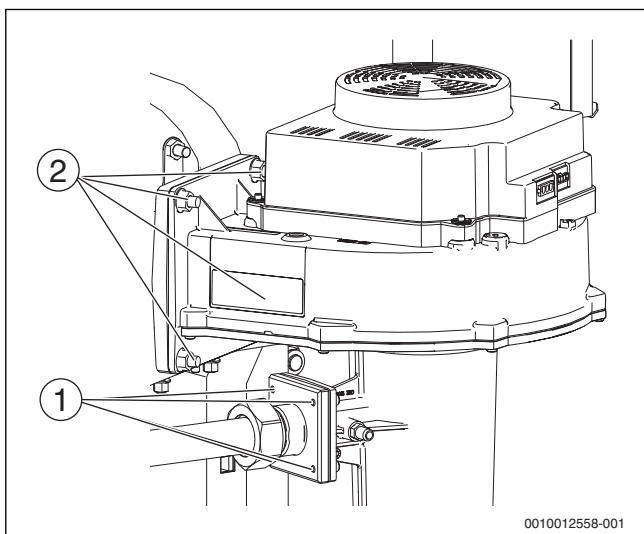

Рис. 60 Демонтаж вентилятора (котлы 150-300 кВт)
► Отсоедините фланец, для чего отверните 4 гайки на трубе Вентури (→ рис. 60, [1]).
► Отсоедините вентилятор, для чего отверните 4 гайки на смесительном колене (→ рис. 60, [2]).